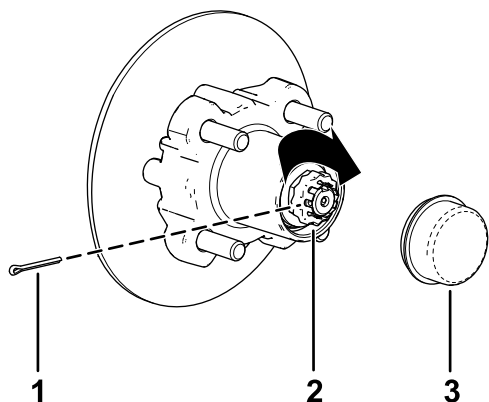

图 34
8. 将卡环安装到螺母上检查卡环内的槽与主轴上开口销孔的对齐情况 图 34。
9. 安装开口销并扳弯卡环周边的各个腿 图 34。
10. 将防尘盖安装到轮毂上 图 34。